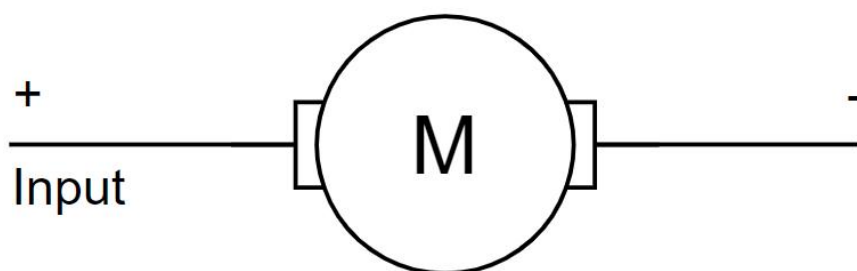

图2.1
1. 根据图 2.1，简述如何通过数字引脚 Output 控制电机转速。